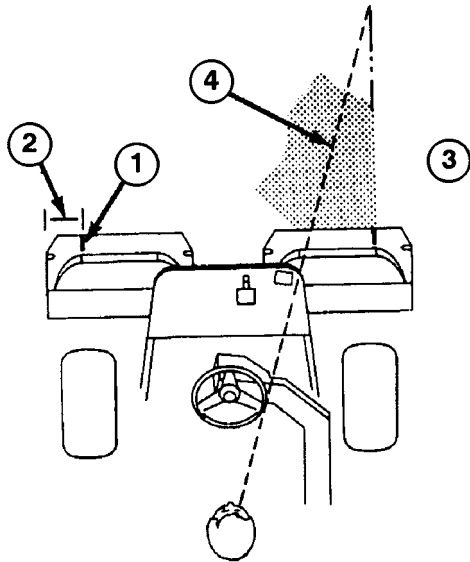

図 28
2. その位置に白色テープか白ペンキで集草バスケットの縁と平行に目印を入れる（図28）。